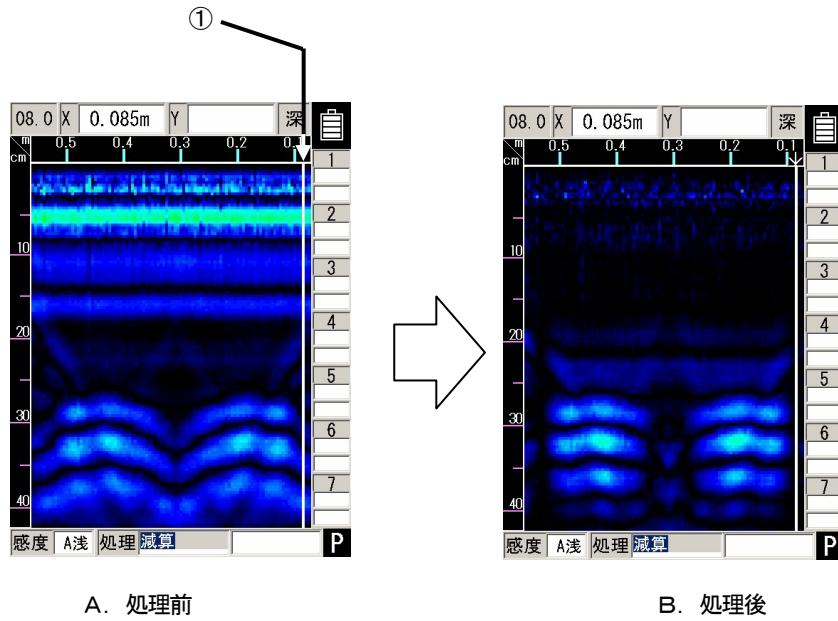

図3-25 減算処理
減算処理は、探査終了後の画面で、図3-25 Aのように深度約20cm以上の高深度領域にある横縞状の反射波を取り除くために使用します。
- (2) カーソルキー▲▼により“減算”に設定します。
- (3) カーソルキー◀▶により探査結果内で探査対象物の無い場所にカーソルを移動します。
(図3-25 A-①参照)
- (4) [5]ENTERを押すことにより、カーソル位置の反射波により減算処理が行われます。
このときカーソルのあった位置に“↓”が表示されます。(図3-25 B参照)